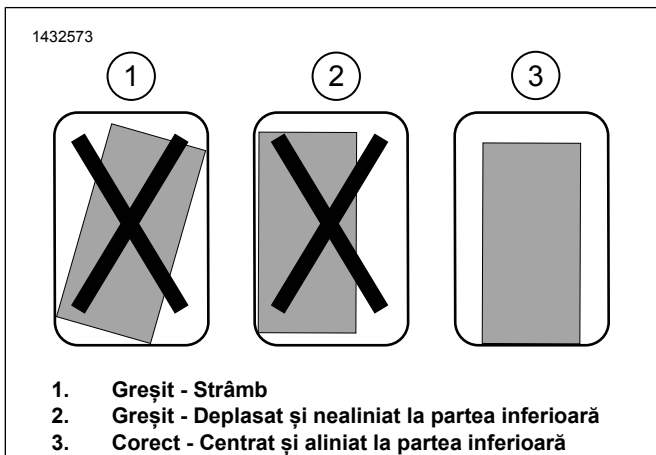

Figura 11. Montarea suportului
- a. Figura 11 Verificați potrivirea suportului de montare. Suportul trebuie să fie drept, centrat pe desagă și cât mai aproape posibil de partea inferioară a acesteia.
- c. Figura 11 Verificați potrivirea pentru amplasarea finală asigurându-vă că suportul este drept, centrat și cât mai aproape posibil de partea inferioară a desăgii.